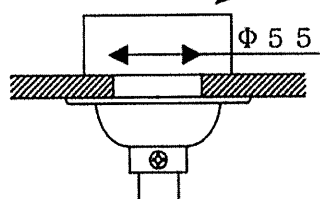

図 2
- * 造営材に直付けする場合は、造営材にΦ55 の穴を空けてください。（図 2）